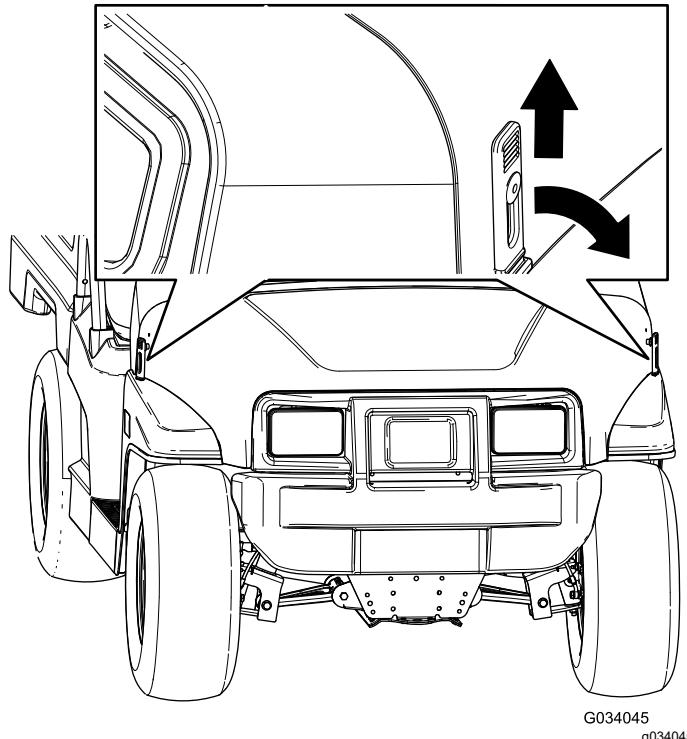

Figure 25
- Fixez le capot en alignant les loquets en caoutchouc sur les ancrages de verrouillage de chaque côté du capot (Figure 25).
- Soulevez la poignée des loquets en caoutchouc de chaque côté du capot (Figure 25).